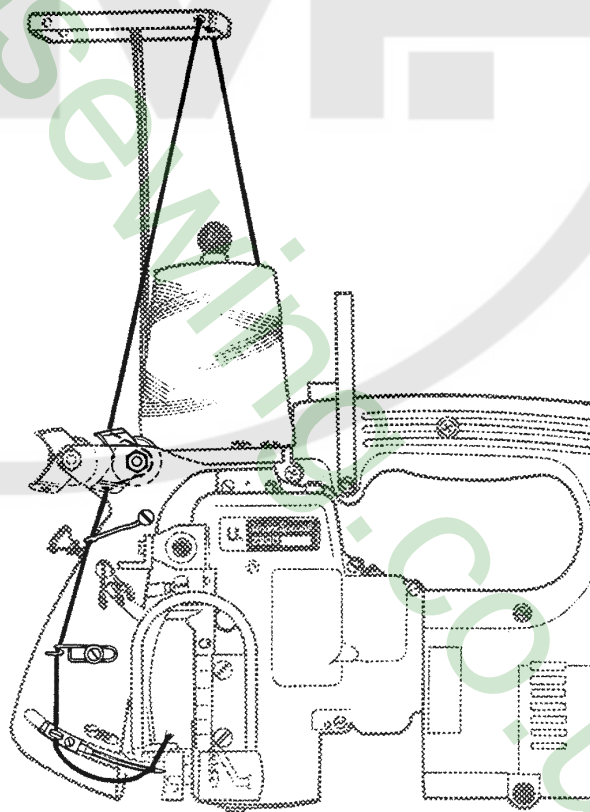

Fig.4
Prüfen Sie die Einfädelung der Maschine, Beachten Sie die Einfädelanleitung Fig. 4 und den Abschnitt "EINFÄDELN".
Thread the machine as shown in Fig. 4.
For threading the looper (double locked stitch machines only) open the hinged cover (A, Fig. 4) and turn motor handwheel in operating direction until the needle is in its lowest position below the throat plate. Reclose hinged cover (A) after threading.
The tension (L, Figs. 4 and 13) controls the looper thread and the tension (N) controls the needle thread. Only a slight tension should be applied on the looper thread. The tension applied on the needle thread depends upon the size of the thread and the thickness of the fabric to be sewn and has to be regulated till the machine sews and chains off perfectly.
The presser foot pressure is regulated with the knurled regulating screw (B, Fig. 4).
Fädeln Sie die Maschine wie in Fig. 4 gezeigt ein.
Zum Einfädeln des Greifers (nur bei Doppelkettenstichmaschinen) öffnen Sie die Verschußklappe (A, Fig. 4) und drehen am Motor-Handrad in Drehrichtung bis die Nadel in der tiefsten Stellung unter der Stichplatte ist. Schließen Sie nach dem Einfädeln die Verschußklappe (A) wieder.
Die Spannung (L, Fig. 4 und 13) reguliert den Greiferfaden und die Spannung (N) den Nadelfaden.
Der Drückerfußdruck wird mit der gerändelten Stellschraube (B, Fig. 4) reguliert.
Loosen the screw (D, Fig. 4) for the needle and draw out the needle. Insert the shank of the new needle as far as it will go into the needle seat and with the flat on the shank facing to the front.
Lösen Sie die Schraube (D, Fig. 4) für die Nadel und ziehen Sie die Nadel heraus. Stecken Sie den Kolben der neuen Nadel bis zum Anschlag in den Nadelsitz und so, daß die Fläche am Kolben nach vorne zeigt.